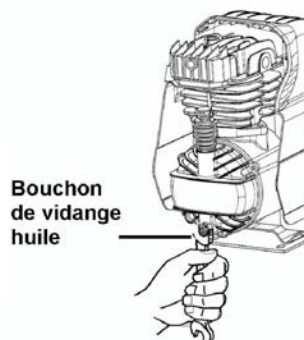

Fig.10
- (1) Au plus tard après les 50 premières heures d'utilisation, effectuer un changement complet de l'huile de la pompe. Dévisser le bouchon de vidange du carter, vidanger complètement l'huile et remettre le bouchon en place (Voir Fig. 1 et Fig. 10).